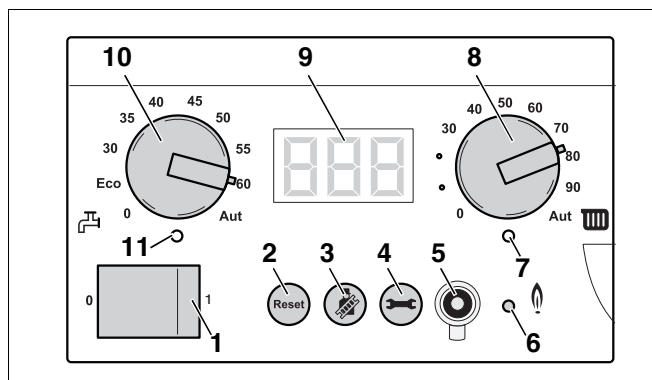

Рис. 84 Главный регулятор BC10
- Нажать кнопку "Трубочист" (рис. 84, поз. 3), чтобы завершить процедуру измерения. См. также таб. 9, "Тест дымовых газов", стр. 43.
- Нажать кнопку "Трубочист" (рис. 84, поз. 3) и удерживать нажатой (примерно две секунды), пока справа внизу на дисплее не появится точка (рис. 84, поз. 9). См. также Таб. 9, „Тест дымовых газов“, стр. 43.
- После того как светодиод "Горелка" (рис. 84 поз. 6) загорится, подождать одну минуту, пока отопительный котел не достигнет своей полной нагрузки.